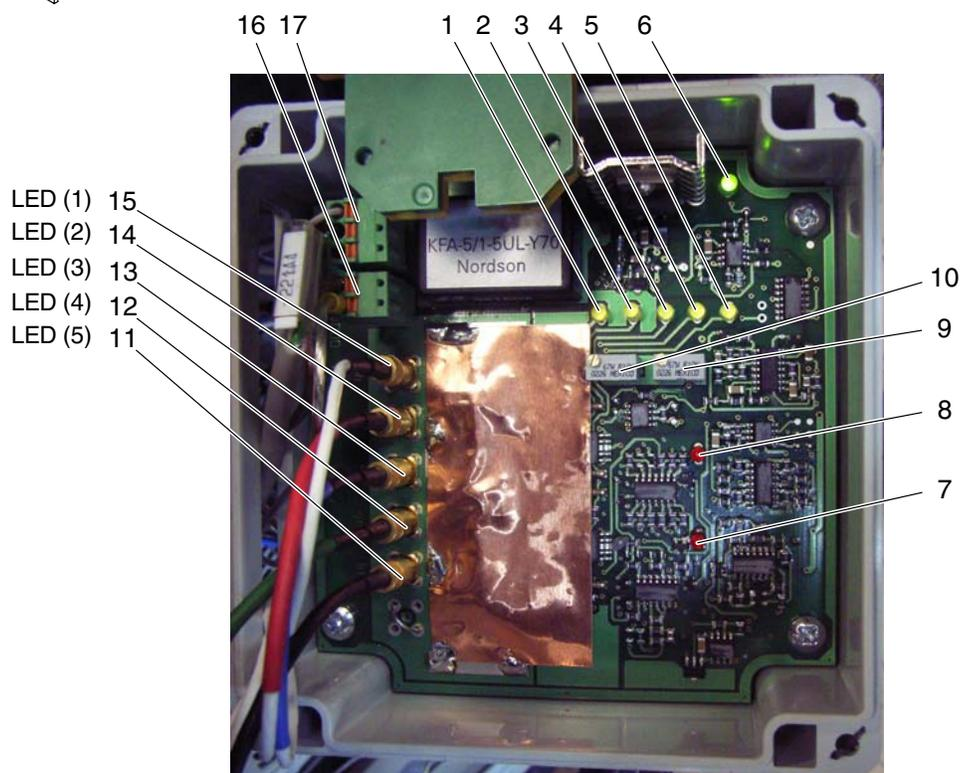

Fig. 7-41 Cores dos cabos do sensor preto (bk) - verde (gn) - azul (bl) - vermelho (rd) - branco (wh)
1. Rode o potenciômetro *P3* (10, fig. 7-41), apenas até o LED *Tanque está vazio* (1, fig. 7-41) começar a acender-se.
4. Rode o potenciômetro *P4* (9, fig. 7-41), apenas até todos os LEDs (2 a 5, fig. 7-41) começarem a acender-se. Devido a tolerâncias de fabrico, pode acontecer que isto não suceda simultaneamente.